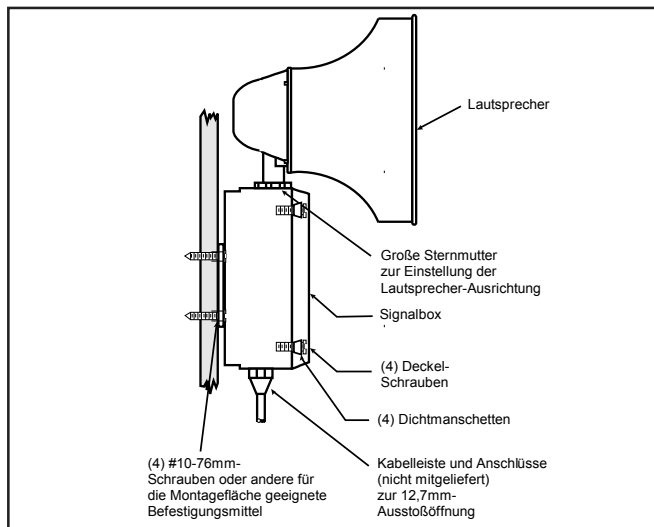

Abb. 3. Adaptatone-Montage
2. Führen Sie die Drähte durch die Ausstoßöffnung auf der Unterseite der Box von einer Kabelleiste, die, zusammen mit ihrer Verbindung zur 12,7mm-Leitungsöffnung über denselben Schutzgrad wie das Gerät selbst verfügen muss. Verwenden Sie, an der Barriere zur Elektronik, den Plastikbindedraht, um die eingehenden Netzkabel von jenen für die Signal- und Tonaktivierung gemäß der NEC-Vorschriften zu trennen (Abb. 3).